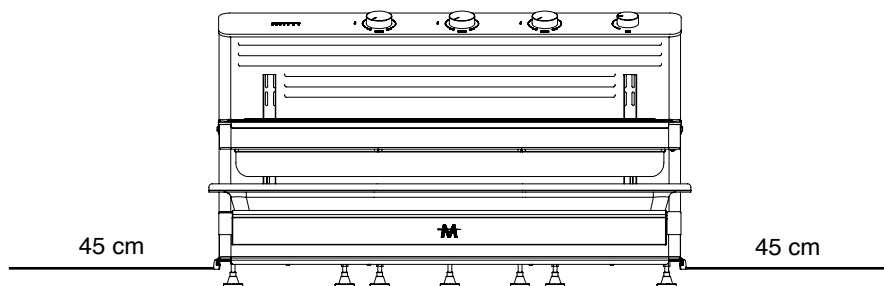

Figura 2
- almeno 45 cm per il modello MiiTi 09 (Figura 2).